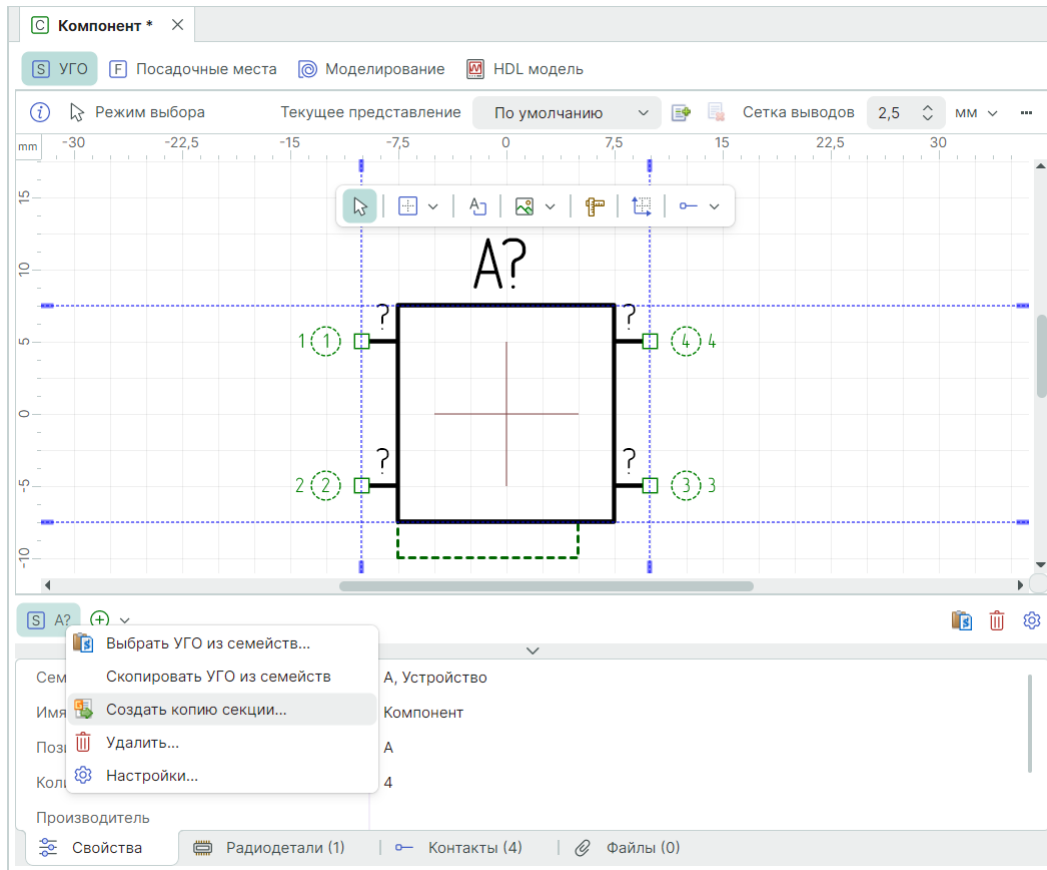

Рис. 209 Вызов инструмента копирования секции
1. В нижней левой части окна на области иконки  из контекстного меню выберите «Создать копию секции», см. Рис. 209.